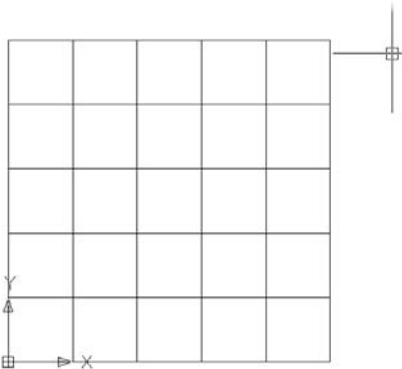

Figure 2.73
11. La Figure 2.73 montre le quadrillage obtenu.